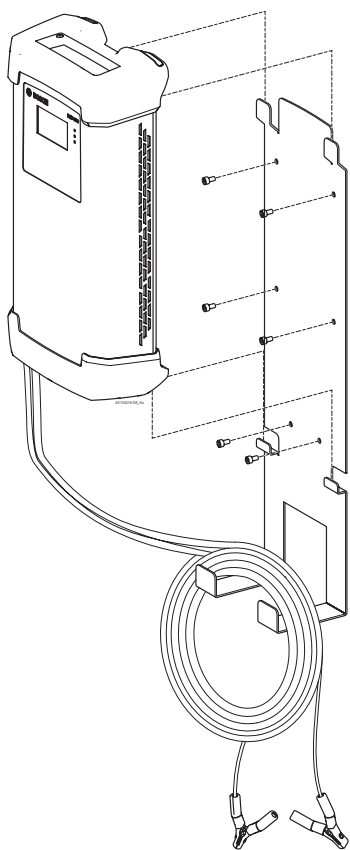

図 3: BAT 690と壁マウント
**!** BAT 690の4つの支持脚は常に壁マウントの上下に掛ける必要があります。充電ケーブルと電源コードは壁マウントに掛けることができます(図3を参照)。